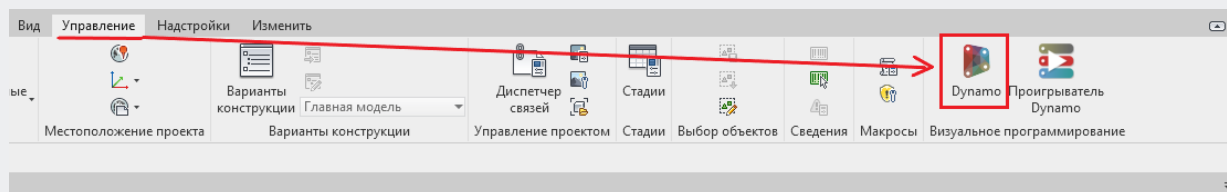

Рис. 20 – Вкладка «Управление»
1. Открыть редактор скриптов Dynamo, перейдя на вкладку «Управление» и нажав ярлык Dynamo (Рис. 20)